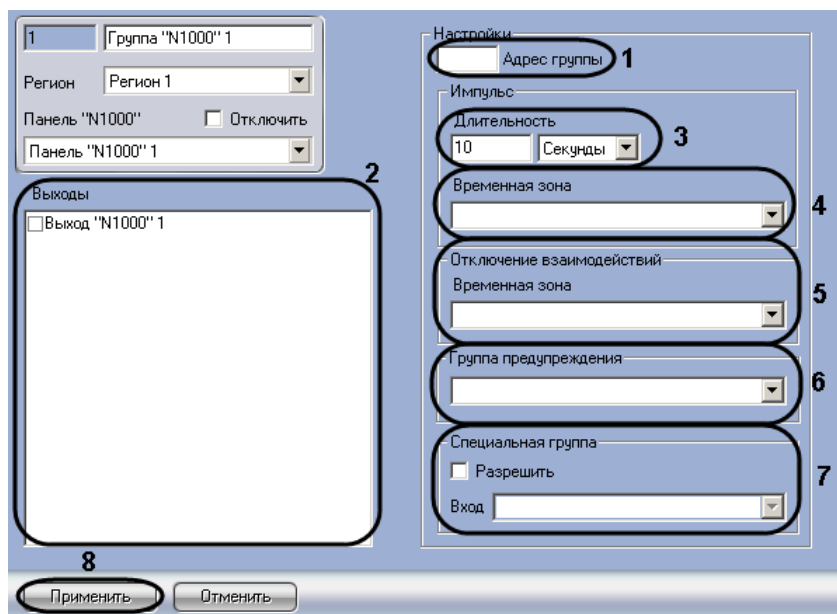

Рис. 3.5—8 Панель настроек объекта Группа "N1000"
2. Ввести адрес группы выходов в соответствующем поле (см. Рис. 3.5—8, 1).
3. Установить флажки напротив тех выходов, которые необходимо включить в группу (см. Рис. 3.5—8, 2).